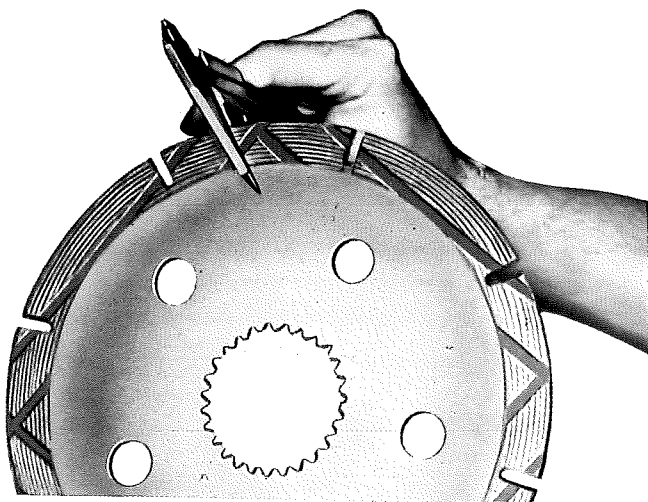

Fig. 172 - Mesure de l'épaisseur des disques de freins.
- Contrôler l'état des disques et leur épaisseur (Fig. 172) en comparant cette dernière avec celle indiquée dans le tableau.